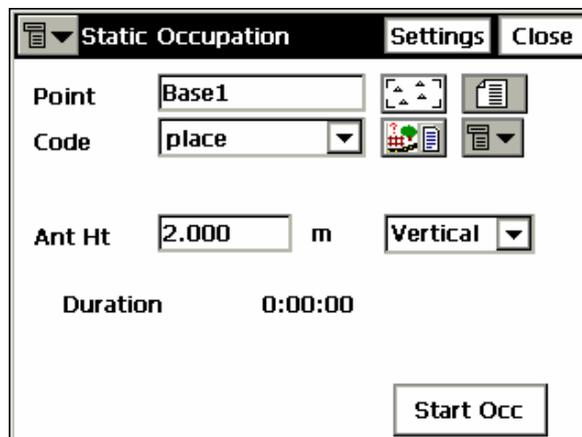

Рисунок 6-18. Статическая установка
1. Чтобы открыть окно *Static Occupation (Статическая установка)* (рис. 6-18), в окне *Select Survey Config (Выбор конфигурации съемки)* (**Job > Config > Survey**) (**Проект > Конфигурация > Съемка**) выберите конфигурацию *PP Static (Статика с постобработкой)* и выберите меню **Survey > Static Occupation (Съемка > Статическая установка)**.